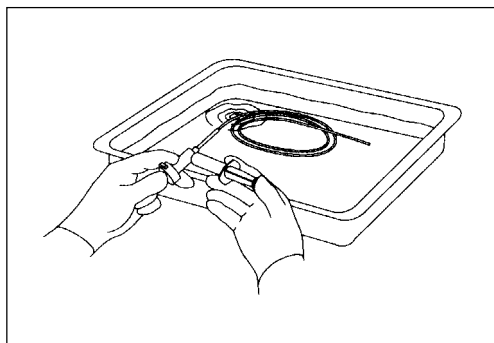

Рис. 5.2.
4. Закрывая пальцем отверстие на проксимальном конце трубчатой оболочки, введите 10 см3 (10 мл) раствора моющего средства в разъём для проведения обработки инструмента (см. рис. 5.2). При невозможности введения раствора моющего средства или выявлении других мест вытекания раствора, кроме дистального конца, инструмент не следует использовать.
- 4.** Закрывая пальцем отверстие на проксимальном конце трубчатой оболочки, введите 10 см3 (10 мл) смазочного материала в разъём для проведения обработки инструмента (см. рис. 5.2). При невозможности введения смазочного материала или выявлении других мест вытекания раствора, кроме дистального конца, инструмент не следует использовать.